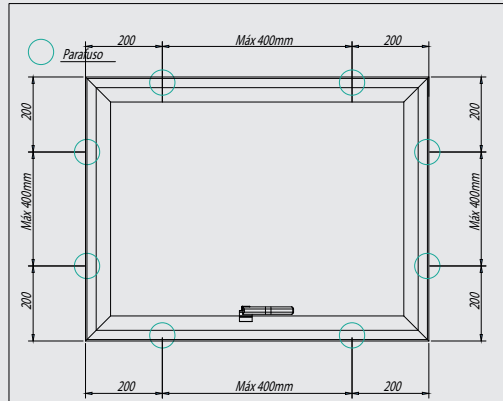

Figura 20 - Posicionamento dos Fixadores
- e) É indicado realizar a fixação a 200mm a partir das extremidades inferiores, superiores e laterais da esquadria (Conforme Figura 20).